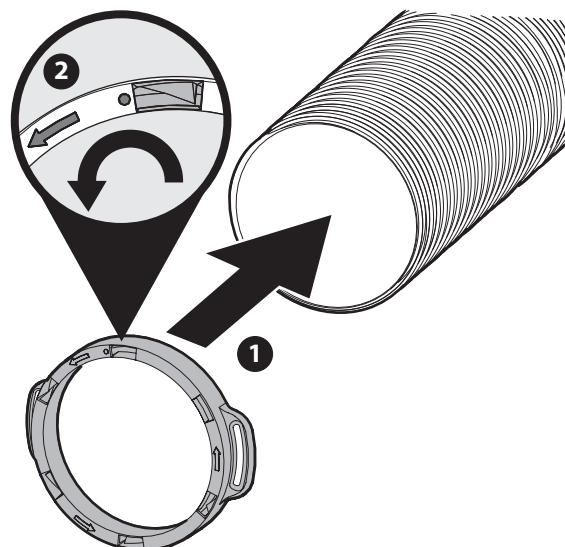

Figure 24
- Placez l'anneau (731-12353A) sur l'extrémité libre du tube en vous assurant d'aligner le début des rainures du tube avec l'ouverture à côté du point saillant. Voir l'encadré de la Figure 24.